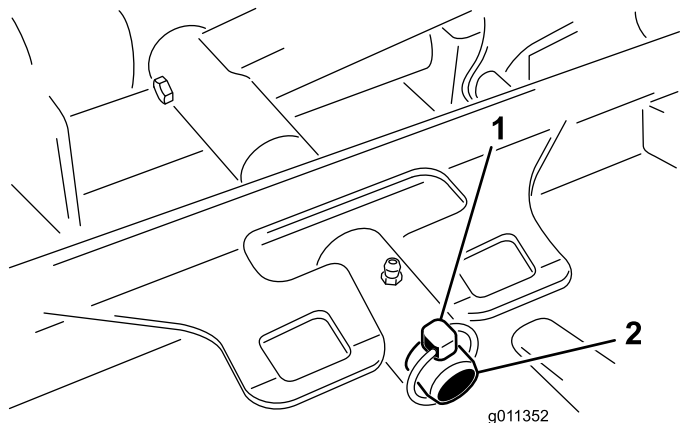

図 94
3. カッティングユニットのキャリアフレームを昇降アームのピボットピンに固定しているリンチピンランドマスター4500またはリテーナナットランドマスター 4700を外す 図 94。
2. カッティングユニットのキャリアフレームを昇降アームのピボットピンにセットする図 94。カッティングユニットをピンに取り付けるリンチピングランドマスター 4500またはリテーナナットグランドマスター 4700を使用する。